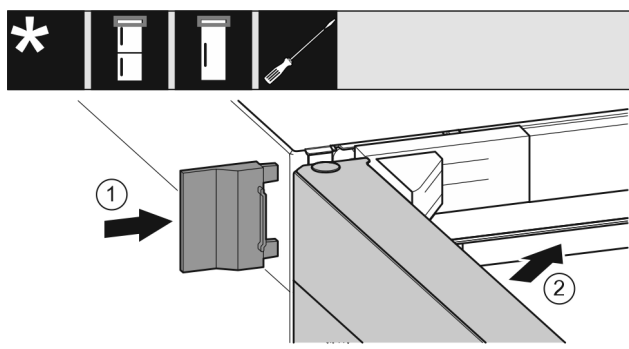

Fig. 22
- ▶ Tolja fel a külső fedelet. Fig. 22 (1)
- ▶ Csukja be a felső ajtót. Fig. 22 (2)